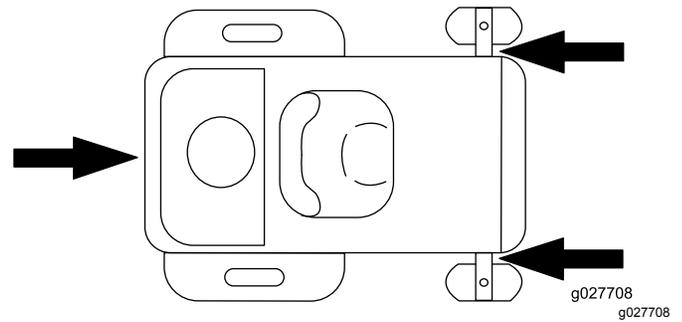

Bild 39
6. Vergurten Sie die Maschine in der Nähe der vorderen Laufräder und der hinteren Stoßstange mit Riemen, Ketten, Kabeln oder Seilen (Bild 39). Halten Sie die örtlichen Vorschriften für die Vergurtung ein.